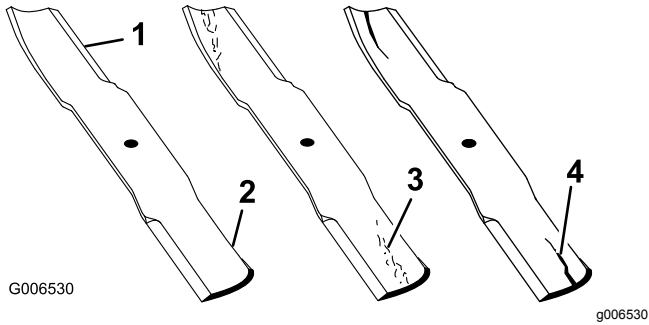

Figura 50
- Inspeccione los filos de corte (Figura 50).
- Si observa fisuras, desgaste o la formación de una ranura en esta zona, instale de inmediato una cuchilla nueva (Figura 50).